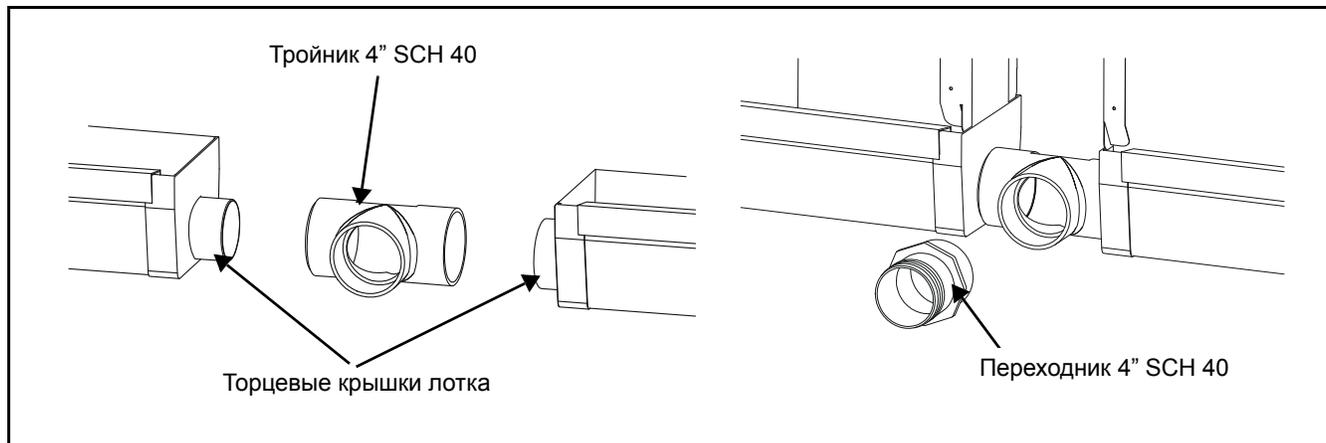

Рисунок 1B
**Примечание.** Во время приклеивания тройника к торцевым крышкам испарителя в сборе убедитесь, что выход тройника направлен наружу, чтобы пропустить выпускной шланг, идущий в бак резервуара. (См. рис. 1B.)
**Пункт 4:** Установив тройник, возьмите переходник 4" SCH 40 (60-0422) и приклейте его к тройнику так, чтобы переходник полностью сел на тройник SCH 40. (См. рис. 1B.)